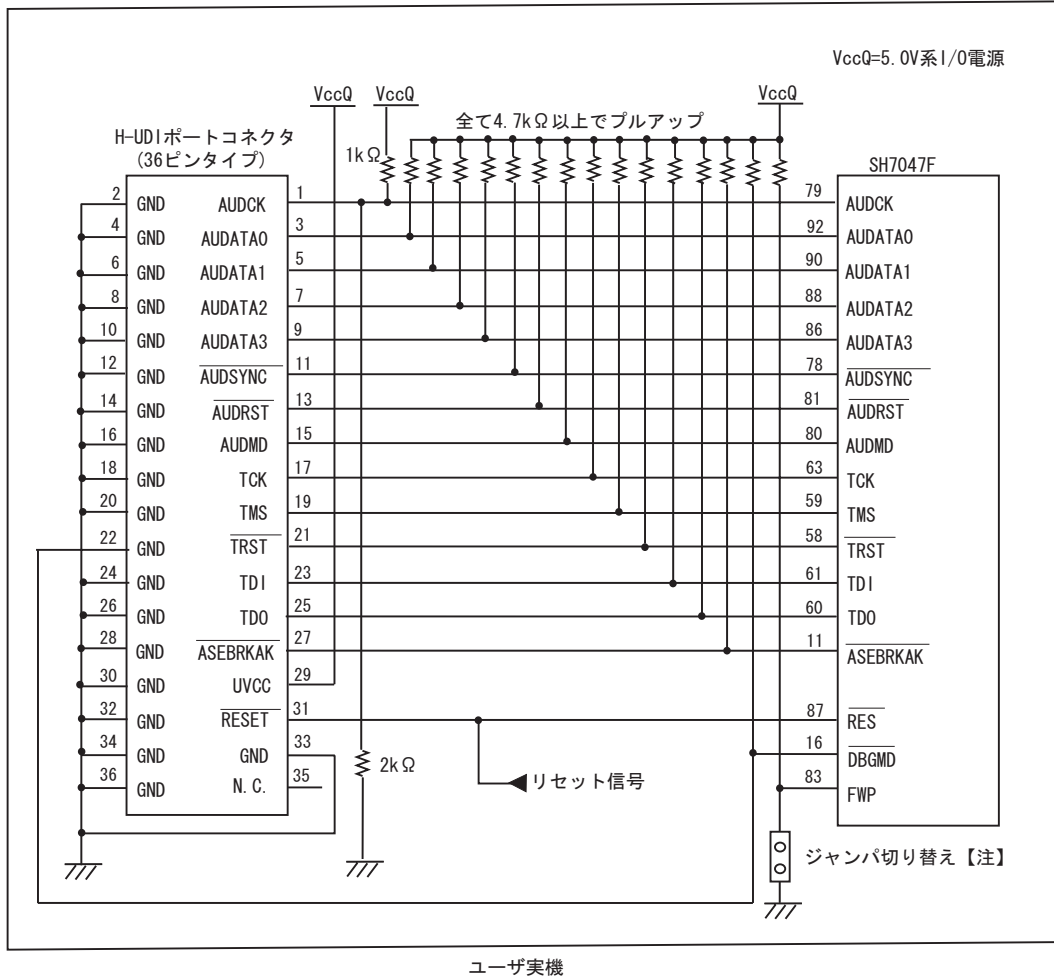

図 1.3 E10A-USB 使用時の H-UDI ポートコネクタ - チップ間の推奨接続例
- 図1.3 推奨接続例で回路を組んだ場合のE10A-USBエミュレータのスイッチ設定：SW2=1, SW3=1スイッチ設定の詳細は、「SuperH™ファミリ用 E10A-USB エミュレータユーザズマニュアル 3.8 DIPスイッチの設定」を参照してください。